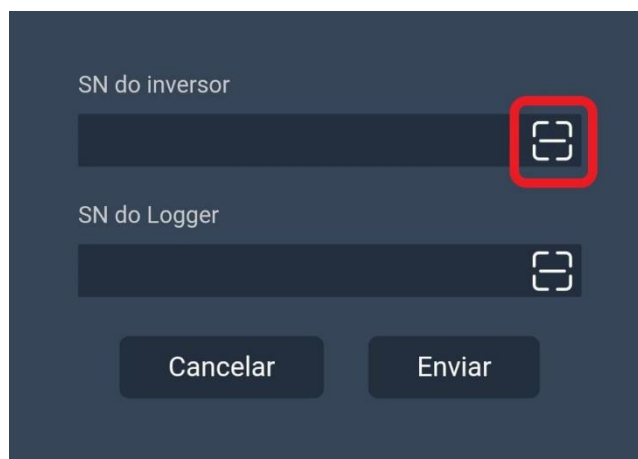

Figura 14 – Botão para scan do SN do inversor
2. Uma janela será aberta e nela possuirá dois campos para inserção dos códigos de barras do número de serial (SN) do inversor e do datalogger, respectivamente.
3. Aperte no botão mostrado na **Figura 14** para abrir a câmera. Depois de aberta, deverá escanear o código de barras do SN do inversor (não confundir com o QR code). Se bem-sucedido, o número correspondente ao SN do inversor deverá aparecer no campo.